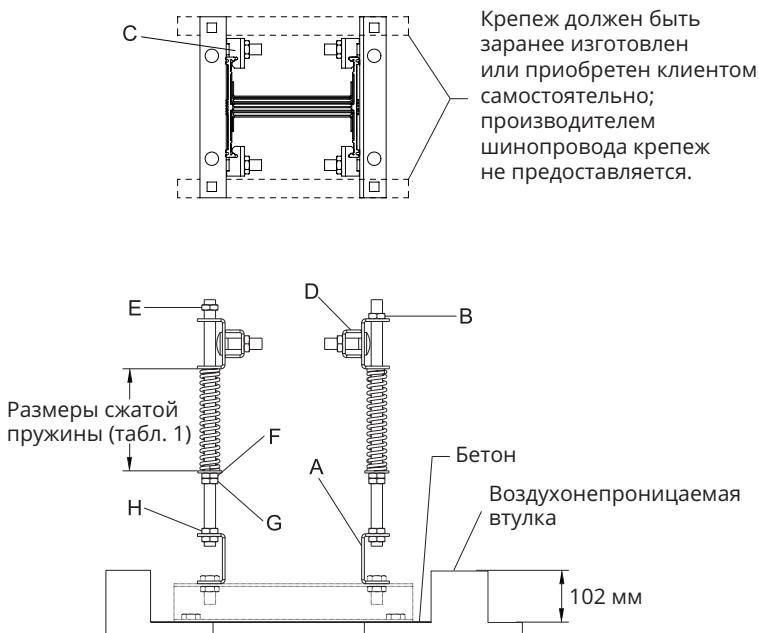

Рис. 2. Установка вертикального пружинного крепления
2. Закрепите вертикальные держатели (рис. 2, А) на предназначенных для них опорах, которые должны быть заранее приобретены или изготовлены клиентом самостоятельно, или закрепите их непосредственно на полу. Шинопровод должен свободно перемещаться в вертикальном направлении.
3. Для достижения необходимого усилия сжатия пружин (Таблица 1, стр. 10) затяните верхние гайки (рис. 2, В).
4. Защелкните фиксаторы держателя (рис. 2, С) на боковых сторонах шинопровода и затяните гайки (рис. 2, D) с усилием 14..17 Н·м. Затем переместите верхние гайки к верху шпильки (рис. 2, E).
1. Проверка правильности сжатия пружин должна проводиться ежегодно. Регулировка сжатия пружин проводится с помощью гаек (рис. 2, F и G).
2. Если места для регулировки недостаточно, освободите защелки держателей (рис. 2, С) и отрегулируйте гайки (рис. 2, поз F и G) так, чтобы расстояние между гайкой G и гайкой H было равно 25 мм.